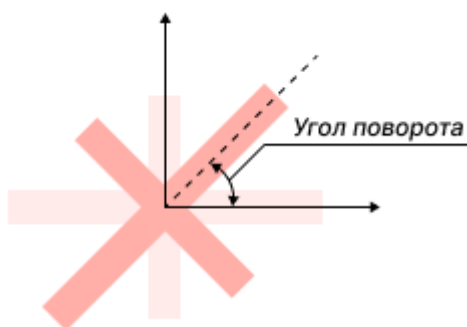

Рис. 183 Поворот апертуры
- Угол поворота – величина угла поворота горизонтальной осевой линии апертуры против часовой стрелки, значение может быть задано в диапазоне 0 – 359° с шагом 1°, см. Рис. 183.